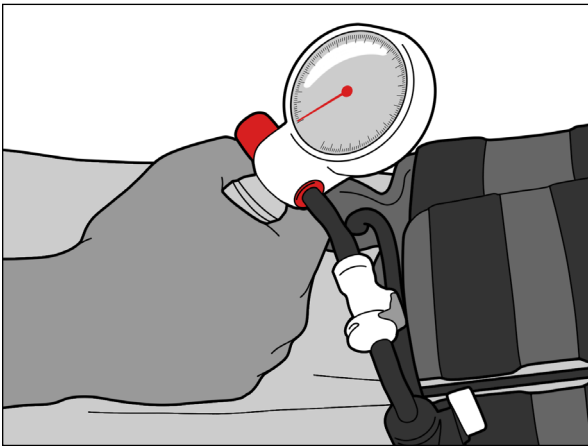

Figure 13
6. Gonfler la vessie à la pression souhaitée en pressant plusieurs fois la poire (Figure 13).